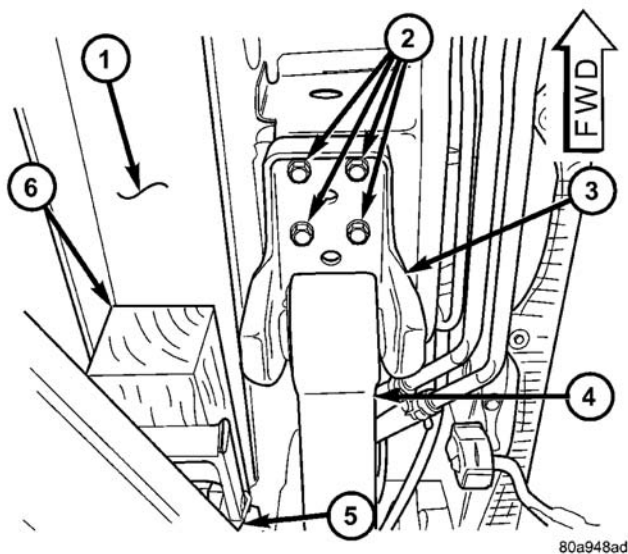
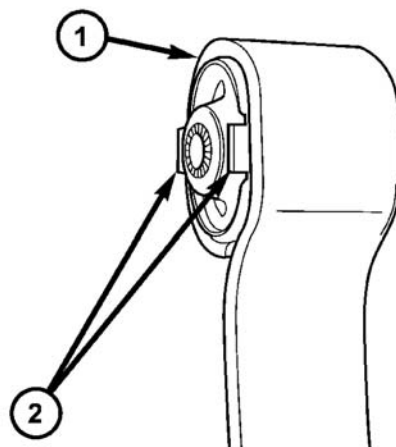

图 3 举升部位和板簧支座
图 4 撬起的止动卡舌
(a) 用需要维修的车辆一角的举升臂抵住放在车身底框梁上面的木块，如图所示（图 3）。
(2) 将一个辅助通用千斤顶或变速箱千斤顶置于后桥下，朝向需要更换衬套的那一侧。千斤顶垫应刚好接触到后桥。
(3) 卸下减振器下固定螺栓。
(4) 卸下将板簧前固定支架连接至车身的 4 个螺栓（图 3）。
(5) 使用千斤顶慢慢地降低后桥，允许后簧的前端向下吊着，将其下降到足以接触弹簧枢轴螺栓。可能需要在板簧与车之间放一个木块，以使弹簧的前端保持在位。
(6) 卸下板簧前枢轴螺栓，然后卸下固定支架。
(7) 撬起衬套上的止动凸片（图 4）。
(7) 安装枢轴螺栓上的螺母并轻轻地紧固。此时不要完全紧固螺栓。
(8) 升起作为辅助支撑的通用千斤顶或变速箱千斤顶, 将前固定支架相对车身导入位。使用一个冲头进行导向会有所帮助, 该冲头穿过支架内的固定螺栓孔与车身上的定位孔之间的对中孔。当 4 个固定螺栓孔与其在车身的螺纹孔对齐时, 安装固定螺栓(图 3)。紧固 4 个固定螺栓至  $61\text{N}\cdot\text{m}$  ( $45\text{ ft}\cdot\text{lbs.}$ ) 的扭矩。
(9) 升起或降下千斤顶直至减振器下耳孔与桥管上的螺纹孔对齐。安装减振器下固定螺栓。此时不要完全紧固螺栓。
(10) 降下车辆, 移走举升臂和车下的木块。
(11) 紧固弹簧前枢轴螺栓至  $156\text{N}\cdot\text{m}$  ( $115\text{ ft}\cdot\text{lbs.}$ ) 的扭矩。